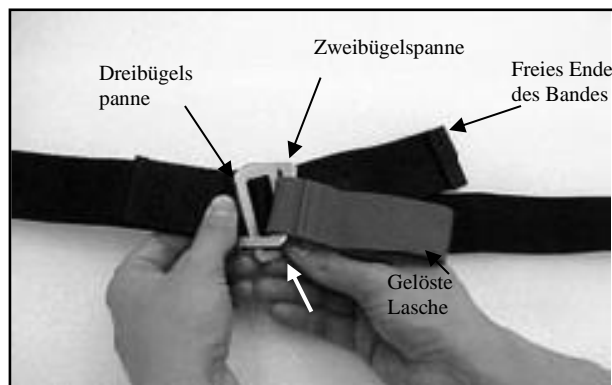

Abbildung 12 - Verschluss Schnalle
1. Führen Sie die Dreibügelschnalle und das Band nach oben durch den Schlitz der Dreibügelschnalle (Abbildung 12). Stellen Sie sicher, dass das freie Ende des Gurts vollständig durch den Schlitz geführt ist.